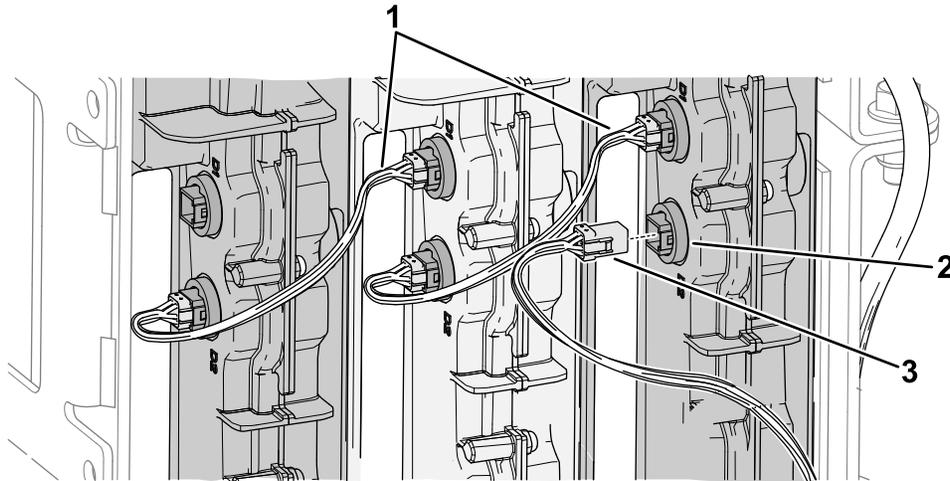

Bild 15
1. Montieren Sie 2 Kabelbäume der Datenschnittstelle (19 cm oder 7½") in die in Bild 15 gezeigten Akkuanschlüsse.
2. Montieren Sie ein Ende des Datenschnittstellen-Kabelbaums (63,5 cm oder 25") in den mit D2 gekennzeichneten Akkuanschluss, wie in Bild 15 gezeigt.